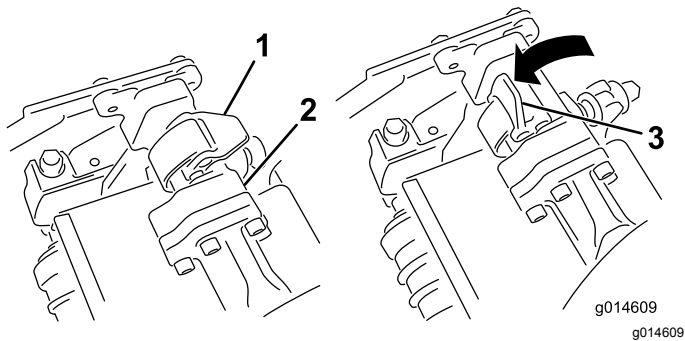
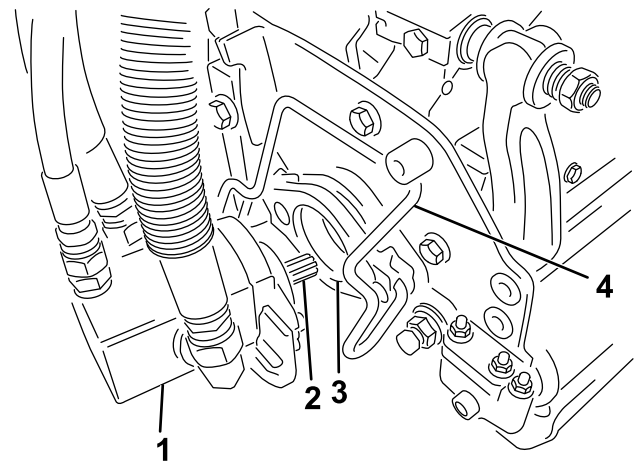

Bild 46
Bild 47
3. Die Riegel an der Aufhängearmstange müssen nach oben zeigen (d. h. offen) (Bild 46); drücken Sie den Aufhängearm dann so nach unten, dass die Stange über die Stange an der Oberseite der Schneideinheit passt (Bild 47).
- Drücken Sie die Riegel nach unten um die Schneideinheitstange herum und arretieren sie (Bild 46).
4. Öffnen Sie die Riegel an der Aufhängearmstange der Schneideinheit, die Sie entfernen möchten (Bild 46).